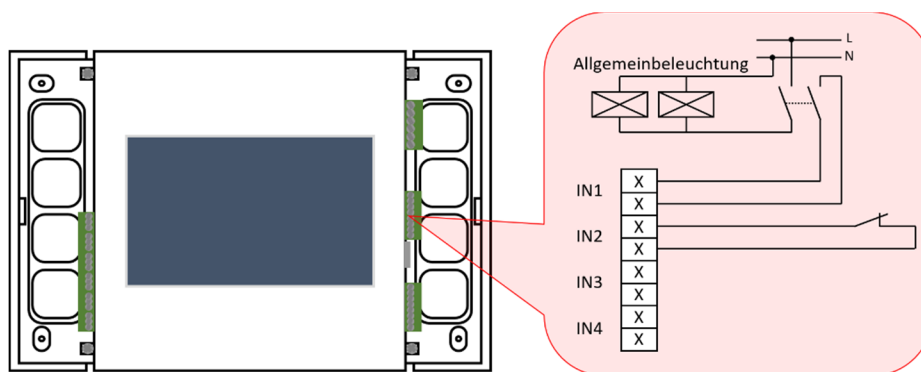

Abbildung 10 Schalteranschluss
Die Eingänge der ECC2-Touch Anlage eignen sich auch dazu, Schalter der Allgemeinbeleuchtung mit abzufragen. Dies ermöglicht Leuchten mit der Allgemeinbeleuchtung zu schalten. Die Schaltlogik kann programmiert werden. Abbildung 10 Schalteranschluss zeigt die korrekte Verkabelung für Schaltvorgänge mit oder ohne Allgemeinbeleuchtung. Bei der Programmierung kann zwischen Normal Offen (NO) und Normal geschlossen (NC) gewählt werden. Die Programmierung der Eingänge für Schaltvorgänge ist in Externe Schalter programmieren erläutert.